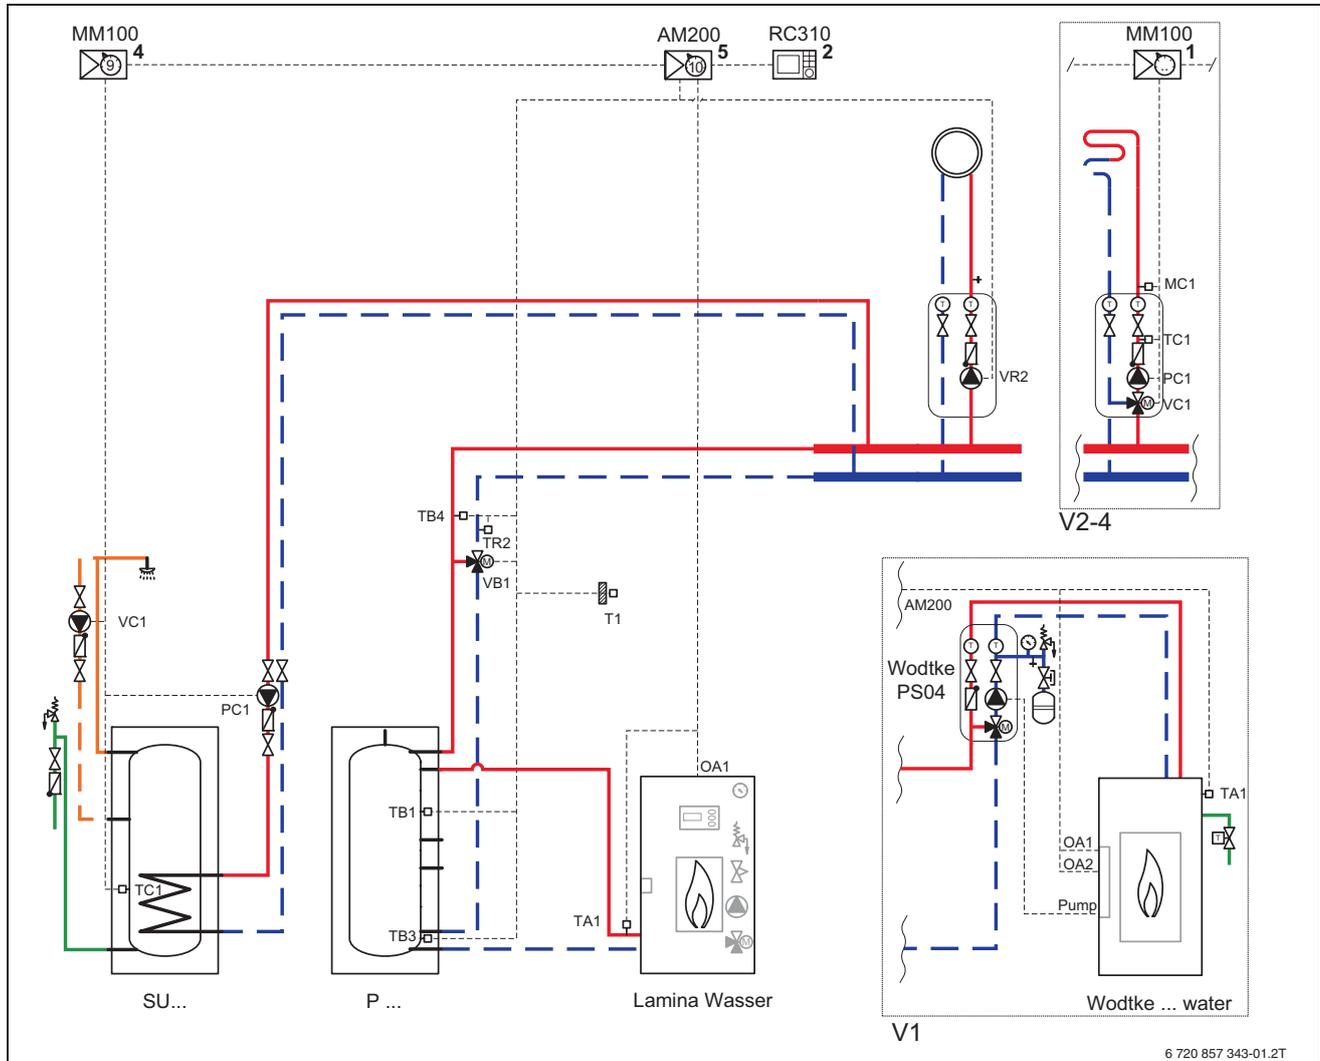
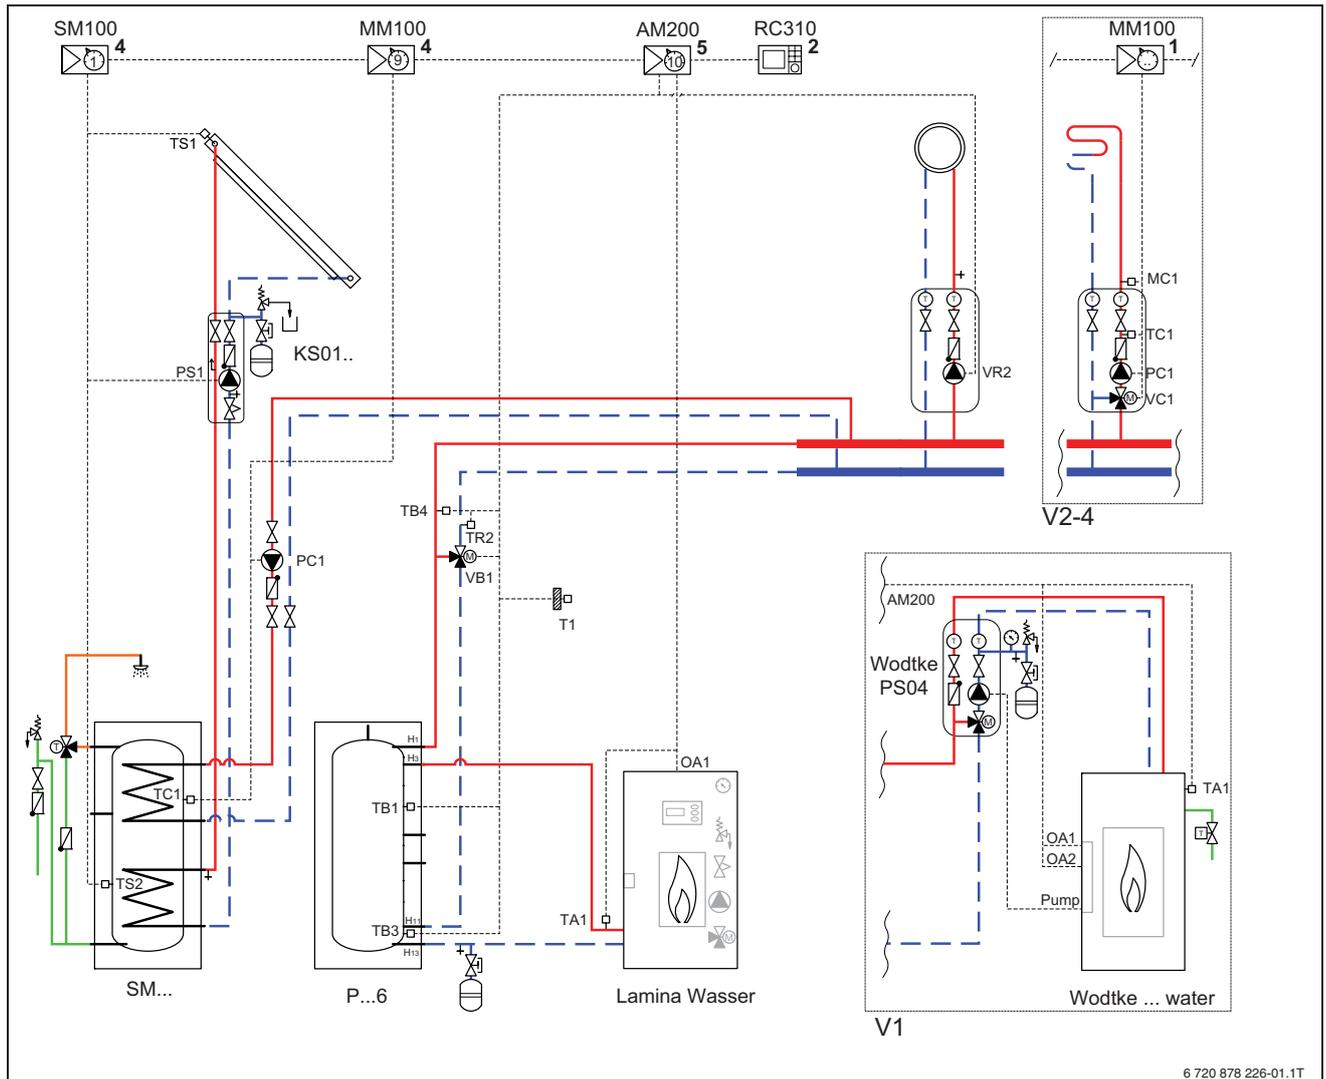
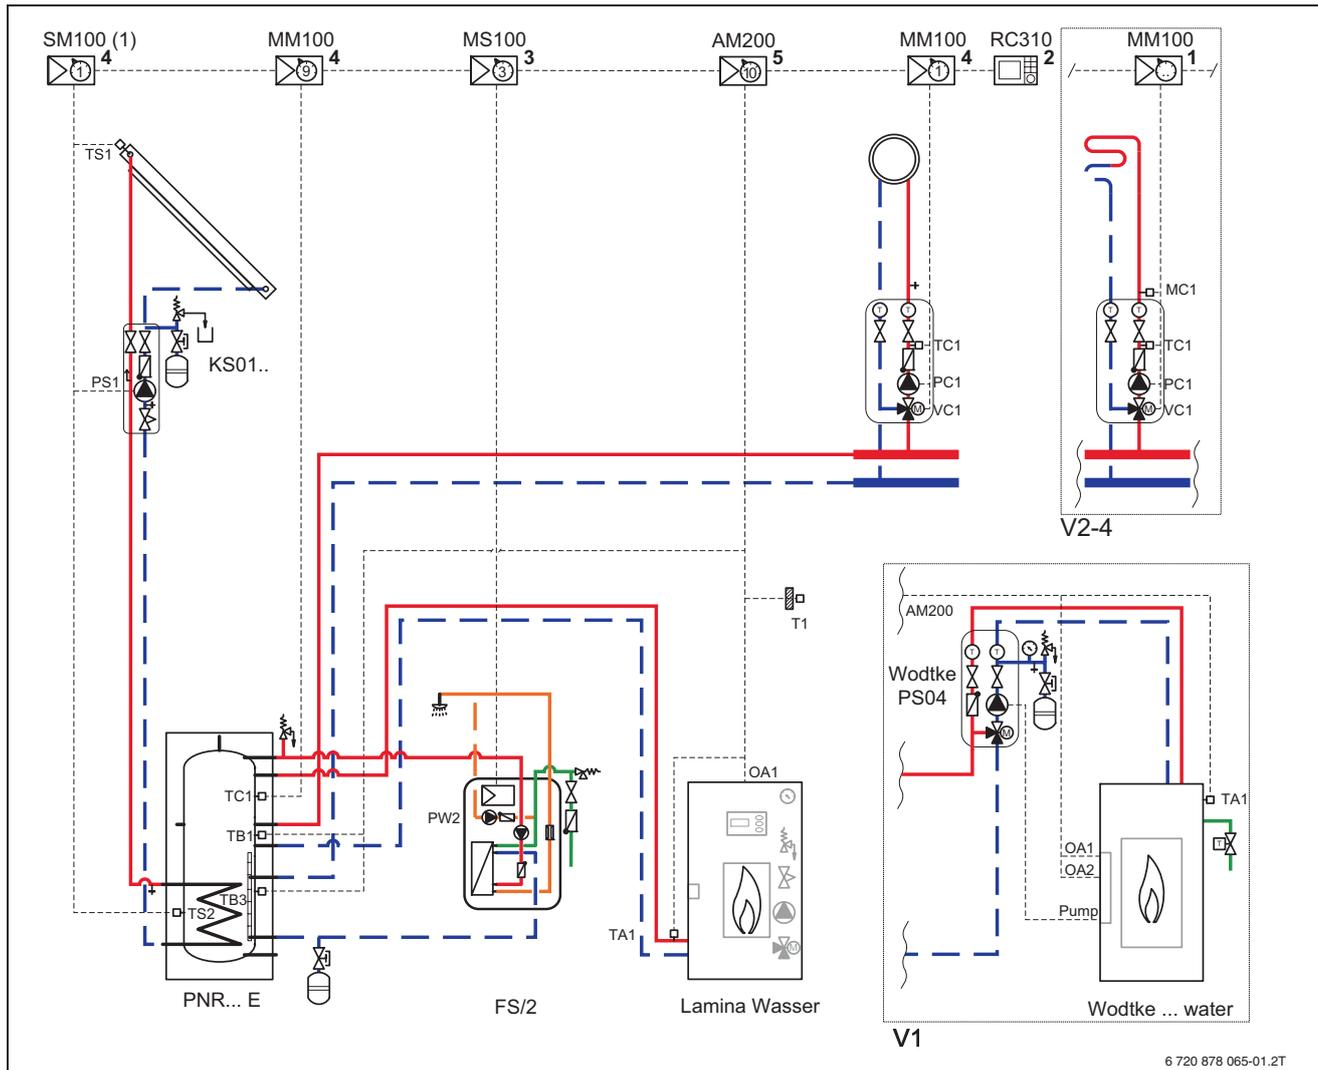

Bild 1 Anlagenbeispiel 1: Pelletofen, Pufferspeicher, Warmwasserspeicher, 1 Heizkreis (erweiterbar)
Bild 2 Anlagenbeispiel 2: Pelletofen, Pufferspeicher, bivalenter Warmwasserspeicher, Solarkreis, 1 Heizkreis (erweiterbar)
Bild 3 Anlagenbeispiel 3: Pelletofen, Pufferspeicher mit Solar-Wärmetauscher, Solarkreis, Frischwasserstation, 1 Heizkreis (erweiterbar)
## Legende zu den Anlagenbeispielen Bild 1, Bild 2 und Bild 3:
- Optional: Solaranlage für Warmwasserbereitung und Heizungsunterstützung (→ Bild 2, 3) kombinierbar mit dem Pelletofen
- P... mit separatem Warmwasserspeicher SU... (→ Bild 1) oder SM... (→ Bild 2)
- PNR... E mit Solar-Wärmetauscher (→ Bild 3)
- **Frischwasserstation:** FS/2 (→ Bild 3) mit integriertem Regelmodul MS100 (Kodierschalter Stellung 3)
- Vorlauftemperaturregelung auf der Verbraucherseite über das Funktionsmodul AM200 mit Premix Control VB1 (→ Bild 2, 3) und/oder über einen separaten Heizkreismischer VC1 (→ Bild 3)
- Die maximale Vorlauftemperatur, die am Pufferspeicher erreicht werden kann, richtet sich nach der maximalen Vorlauftemperatur des Pelletofens und der Höhe des Heizkreis-Anschlussstutzens am Pufferspeicher. Beispiel (→ Bild 3): Die maximale Vorlauftemperatur für den Heizkreis ist kleiner als die maximale Vorlauftemperatur des Pelletofens, da der Anschlussstutzen im mittleren Bereich des Pufferspeichers liegt.
- Die Pufferspeichertemperatur ist abhängig von den Anforderungen der Verbraucherseite (z. B. Heizkörper-/Fußbodenheizkreis, Warmwasserkreis). In den Anlagenbeispielen 1, 2 und 3 (→ Bild 1, 2, 3) erfolgt die Warmwasserbereitung über einen Pufferspeicher. Dadurch wird während der (eingestellten) Warmwasserzeiten der obere Bereich des Pufferspeichers in Bereitschaft gehalten (Fühler TB1 = Warmwassersollwert + Anhebung Warmwasser). Dieses Verhalten bei der Warmwasserbereitung kann durch eine Reduzierung der Warmwasserzeiten und einer reduzierten Kessel-Anhebung Warmwasser optimiert werden.
- Solaranlage Logasol KS01.. (optional) mit modulierender Solar-Hocheffizienzpumpe (→ Bild 2, 3). Durch die Solaranlage kann der alternative Wärmeerzeuger (Pelletofen) im Sommer ausgeschaltet bleiben.
- Frischwasserstation Logalux FS/2 für eine besonders hygienische Warmwasserbereitung im Durchlaufprinzip mit Hocheffizienzpumpe für eine hohe Zapfleistung (→ Bild 3).
- Funktionsmodul MM100 (Adresse 9) zur Regelung der Warmwasserbereitung (→ Bild 1, 2)
- Funktionsmodul MS100 (Adresse 3) zur Regelung der Frischwasserstation (→ Bild 3)
- Funktionsmodul SM100 (Adresse 1) zur Regelung der Solaranlage (→ Bild 2, 3)